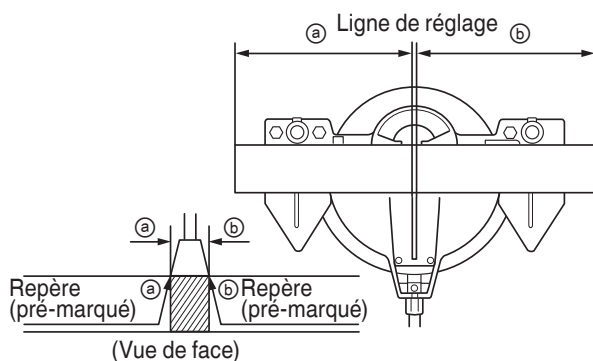

Fig. 16
- (1) Comme indiqué à la Fig. 16, la largeur de la lame est la largeur de coupe. En conséquence, glisser la pièce vers la droite (vue de la position de l'opérateur) pour obtenir la longueur ⓐ, et sur la gauche pour obtenir la longueur ⓑ.
- (2) Quand la lame a atteint sa vitesse maximale, abaisser doucement la poignée jusqu'à ce que la lame approche de la pièce.
- (3) Quand la lame touche la pièce, appuyer progressivement sur la poignée pour couper la pièce.
- (4) Quand la pièce est coupée à la longueur voulue, mettre l'outil électrique hors tension et attendre que la lame soit complètement arrêtée avant de relever la poignée en position complètement rentrée.